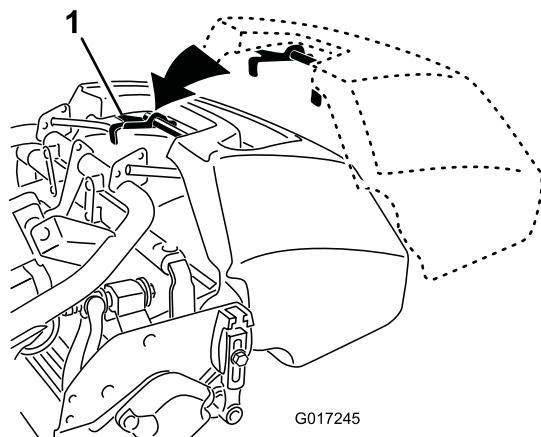

Bild 21
2. Schieben Sie die Fangkorblippe zwischen den Seitenplatten der Schneideinheit und über die Frontrolle ein (Bild 21).
3. Befestigen Sie die Fangkorbhaken über der Rahmenschleife (Bild 21).
1. Fassen Sie den Fangkorb am Holm an (Bild 21).